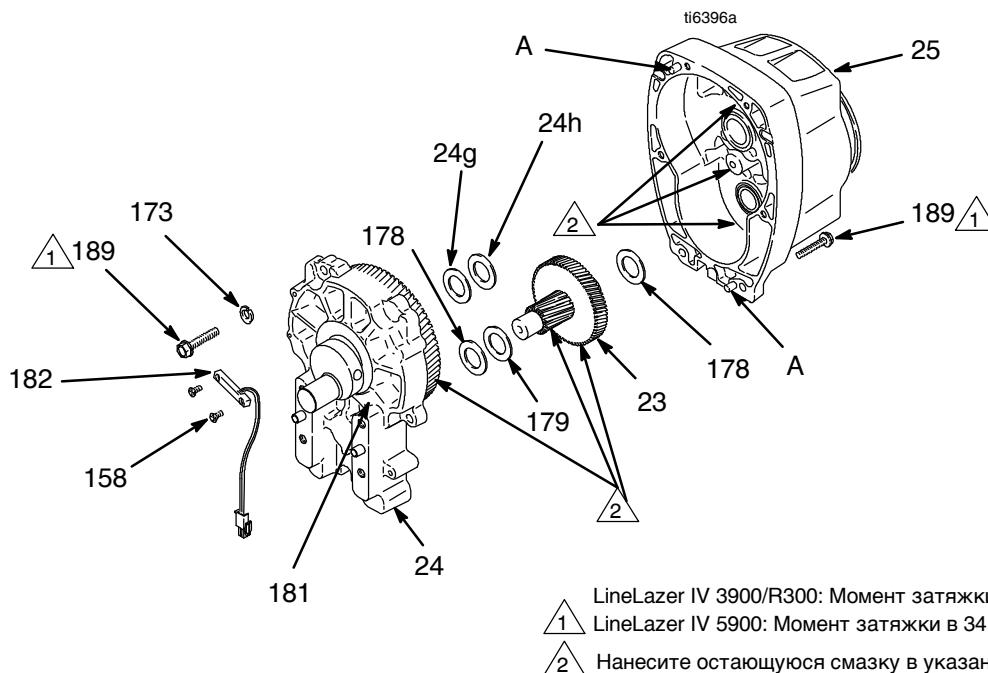

Рис. 3
- См. Рис. 3. Снимите корпус подшипника. Выполните операции, описанные в разделе **Корпус подшипника и шатун** на стр. 11.
- Выкрутите два винта (158) и снимите геркон (182).
- Выкрутите шесть винтов (189) из корпуса шестерни (25).
- Легкими ударами молотка по окружности корпуса привода (24) отделите его. Извлеките корпус привода непосредственно из корпуса шестерни. Будьте готовы подхватить блок шестерен (23), который также может отделяться.
- Обильно набейте подшипниковой смазкой (поставляемой с запасным блоком шестерен) блок шестерен (23) и зоны, указанные в примечании 2.
- Наденьте шайбу бронзового цвета (24g) на вал, выступающий из большого вала корпуса привода (24). Наденьте шайбу серебристого цвета (24h) на корпус шестерни. Очистите сопряженные поверхности корпусов шестерни и привода. Совместите шестерни, затем надвиньте корпус нового привода непосредственно на корпус шестерни с установочными штифтами (B).
- Вкрутите шесть винтов (189). Попеременно затяните их в соответствии с примечанием 1 к Рис. 3.
- Установите геркон (182) с помощью двух винтов (158).